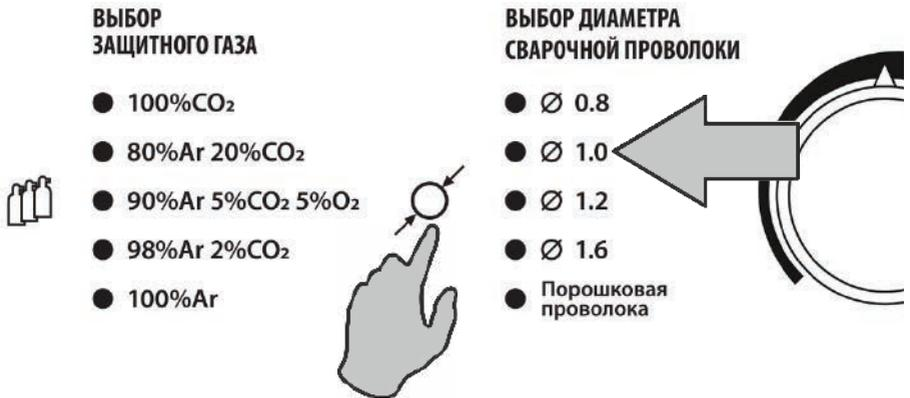

Рис. 8.7.4. Выбор диаметра сварочной проволоки.
4. Выберите диаметр сварочной проволоки (см. рис. 8.7.4).